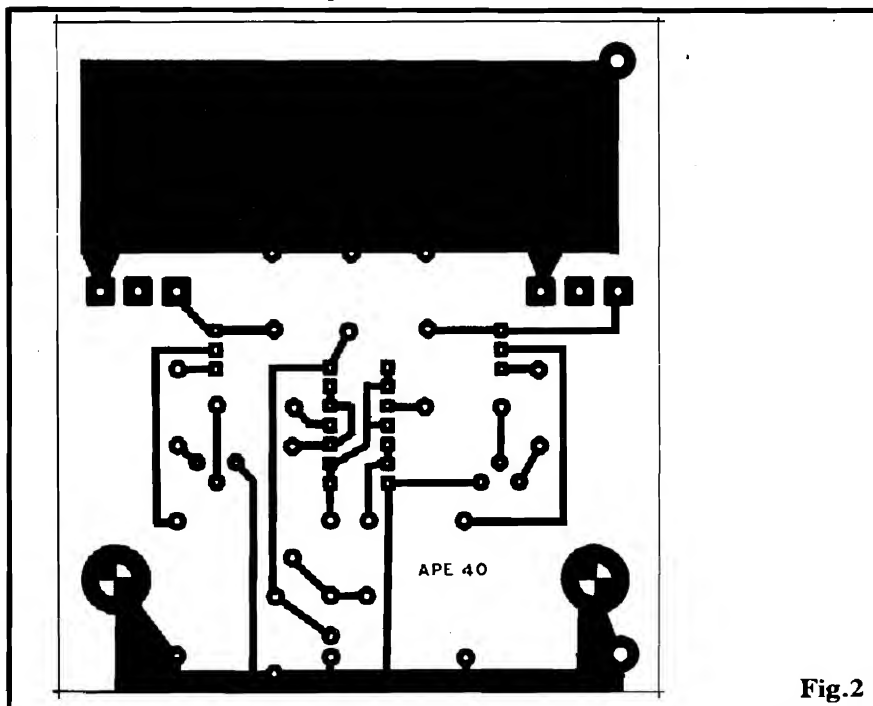

Fig. 2
- FIG. 2 - LAY OUT DO CIRCUITO IMPRESSO ESPECÍFICO - Embora o arranjo de ilhas e pistas cobreadas seja simples, de fácil implementação mesmo pelo Leitor que ainda não seja muito "cobra" na confecção de Impressos, há que se notar alguns pontos IMPORTANTES: alguns dos setores mostram área cobreada bastante avantajada, e isso é absolutamente necessário, em função das "bravas" Correntes que por eles circularão... Notem ainda que os próprios furos de fixação final da placa (demarcados por "cruzeiras"...), também são "taludos", além de se encontrarem, eletricamente, "coincidindo" com a própria linha do negativo geral da alimentação, com o que - se os parafusos "precisarem" - mecanicamente, fazer contato direto com o chassis do veículo, sem problemas. Observem ainda as ilhas "robustas" destinadas aos dois transístores de Potência (cujos terminais são de calibre superior ao das "pernas" de componentes "normais"...). No mais, nenhuma complicação, um lay out pouco "congestionado", mostrado em tamanho natural (escala 1:1, na base do "carbonar" diretamente, fazer a traçagem, corroer, furar, limpar e... usar...).